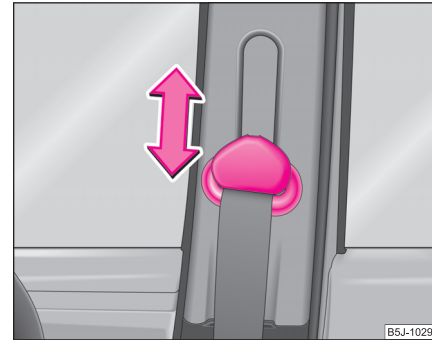

Abb. 111 Vordersitz:
- Zum Einstellen drücken Sie auf den Umlenkbeschlag und verschieben ihn nach oben bzw. unten ⇒ Abb. 111.